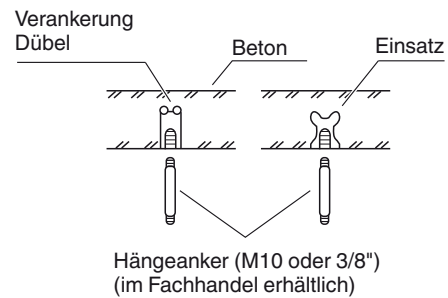

Abb. 3-1
- (1) Die Hängeanker nach der in den Abbildungen (Abb. 3-1 und 3-2) gezeigten Methode fixieren, indem diese an den Deckenstreben befestigt werden; alternativ kann eine andere Methode verwendet werden, doch muss darauf geachtet werden, dass die Einheit fest und sicher aufgehängt ist.